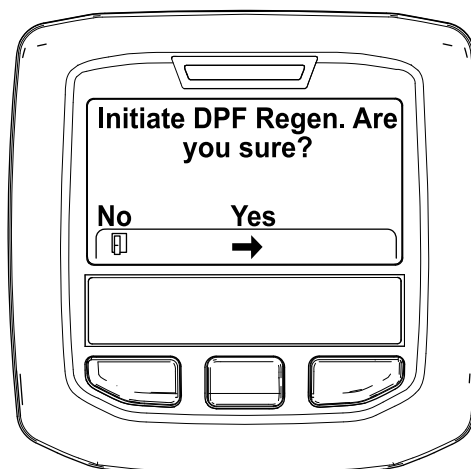

Figura 34
4. Quando surgir a mensagem "Initiate DPF Regen. Are you sure?" (Iniciar Regen. DFP. Tem a certeza?), prima o botão central (Figura 34).